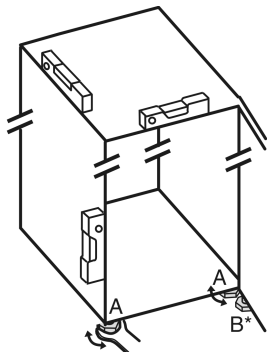

Fig. 5
- Zhvidhosni këmbëzat me rregullim Fig. 5 (A) me çelës fiso dhe me ndihmën e një niveli me ujë, derisa pajisja të jetë niveluar mirë.
- Zhvidhosni këmbëzat me rregullim Fig. 5 (B) në bazamentin mbështetës me çelësat fiso të përfshirë në paketim, derisa të jetë mbështetur mbi dyshteme.
- Rrotulloni këmbëzën me rregullim Fig. 5 (B) me 90°.